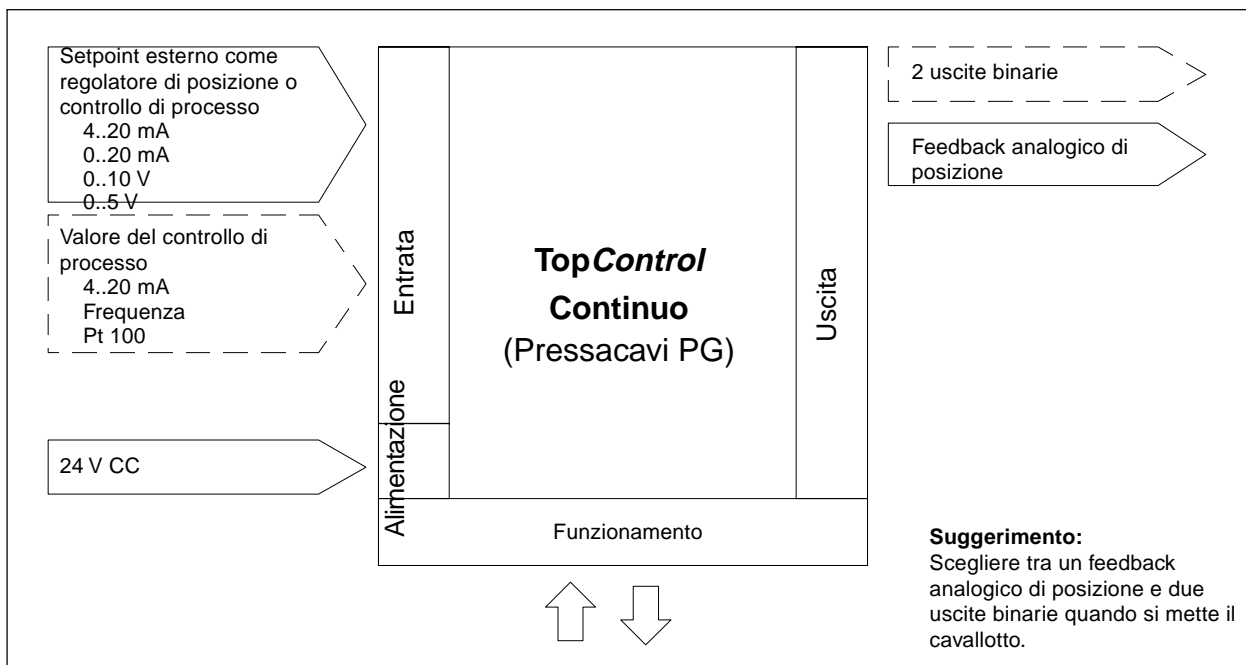

Fig. 3.9: Interfaccia di posizione con pressacavi
- Morsetto con pressacavi PG e morsetti con funzioni limitate (Fig. 3.9)